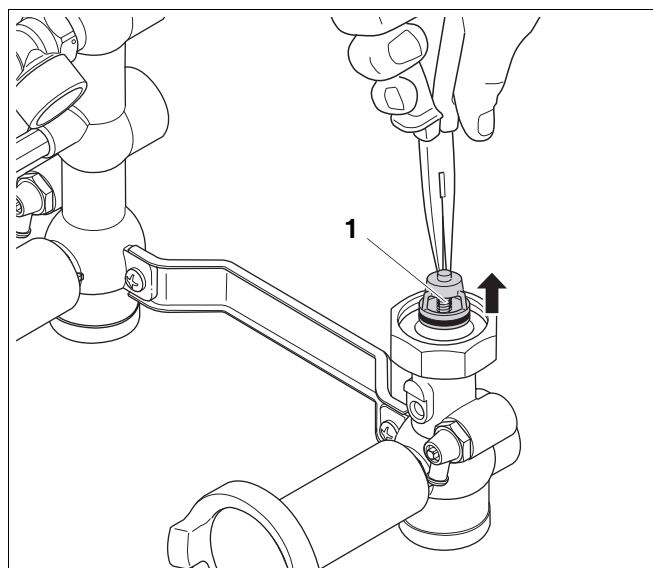

Fig. 6 Afmontering af kontraventil
- Fjern kontraventilen (fig. 6, **pos. 1**).